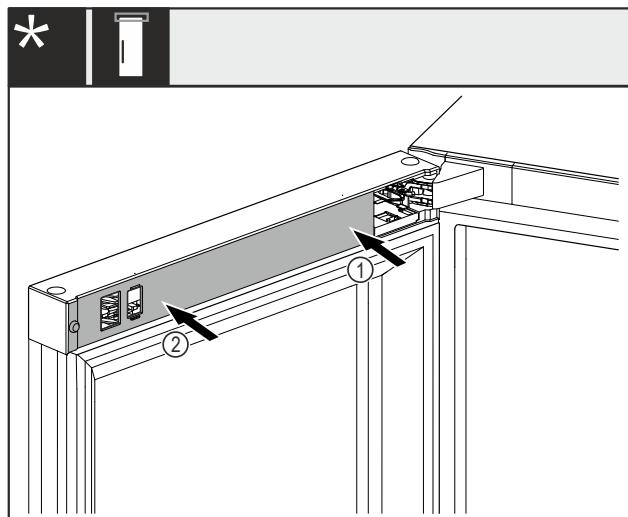

Fig. 48 \*
- ▶ Abdeckung Fig. 48 (1) zuerst an der Lagerbockseite aufsetzen und einrasten.\*
- ▶ Abdeckung Fig. 48 (2) an der Außenseite aufsetzen und einrasten.\*